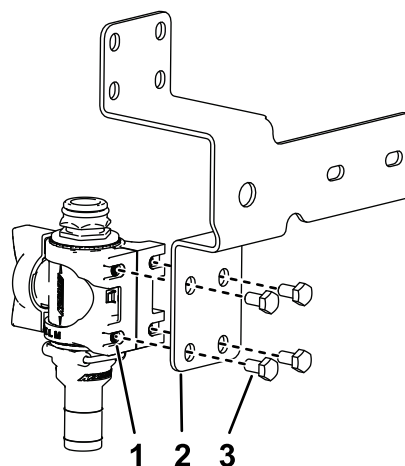

图 28
7. 用 4 个凸缘头螺栓 M6 x 12mm将阀安装座装到随附的控制阀支架图 28上上紧螺栓扭矩至 1012 N·m。